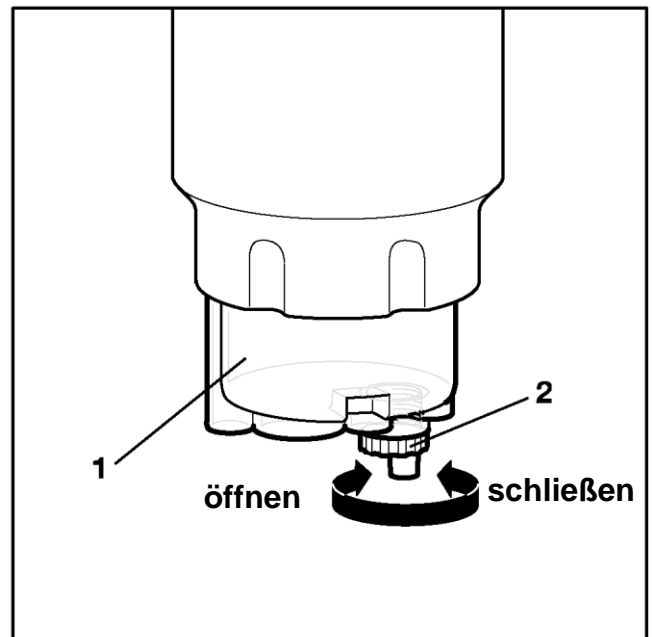

Bild 4
- Kontrollieren ob Wasserablassschraube geschlossen ist (siehe auch Bild 4).
- Ablassschraube (Pos.2, Bild 4) am Boden des Wassersammelbehälters (Pos. 1, Bild 4) aufschrauben und das Wasser abfließen lassen.
- Ablassschraube (Pos.2, Bild 4) wieder zudrehen.